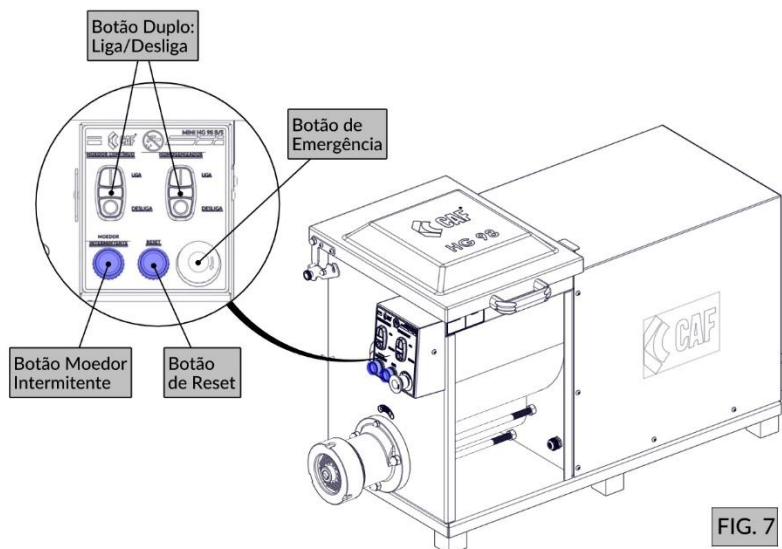

FIG. 7
Todos os sistemas listados acima estão localizados no painel de comando (FIG. 7) do Homogeneizador.
3. Verifique se o botão de emergência está destravado (FIG. 7);
4. Para acionar a máquina é necessário apertar o botão de reset (FIG. 7) e, em seguida, o botão liga/desliga (FIG. 7). Observe o sentido de rotação do caracol e pás através das setas indicativas da máquina;
4. Aperte o botão "Liga" do moedor (FIG. 7) e, em seguida, o botão "Liga" do homogeneizador (FIG. 7) para iniciar o processamento.